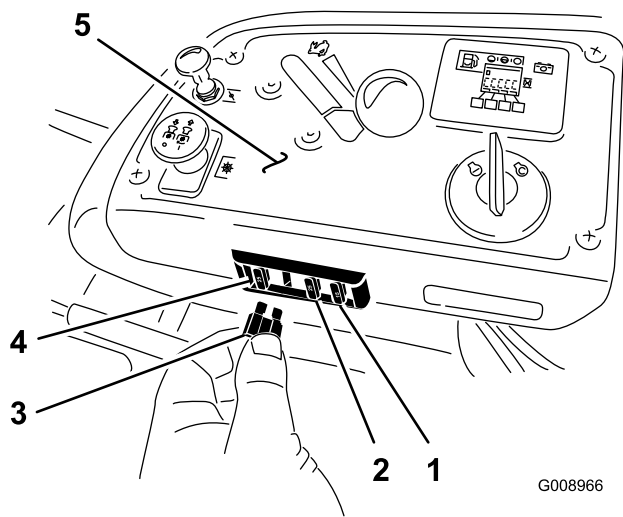

Figure 64
1. Les fusibles se trouvent sur la console, à droite du siège (Figure 64).
3. Remplacez le fusible (Figure 64).